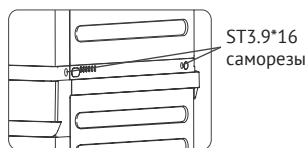

Рис. 4
4. Закрепите основание сушильной машины на соединительном элементе с помощью четырех саморезов ST3.9*16 из комплекта поставки, фиксируя их с обеих сторон монтажного кронштейна (см. рисунок 4).